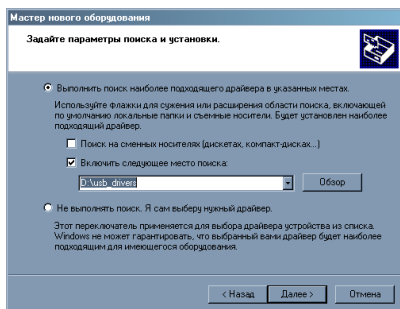

Рисунок 7
3.5.9 В появившемся окне выбора путей поиска драйвера (рисунок 7) выбрать «Выполнить поиск наиболее подходящего драйвера», снять флажок «Поиск на сменных носителях...», установить флажок «Включить следующее место поиска:», с помощью кнопки обзор выбрать путь поиска драйверов «X:\usb\_drivers» (где «X:» буква устройства чтения компакт-дисков) и нажать кнопку «Далее».